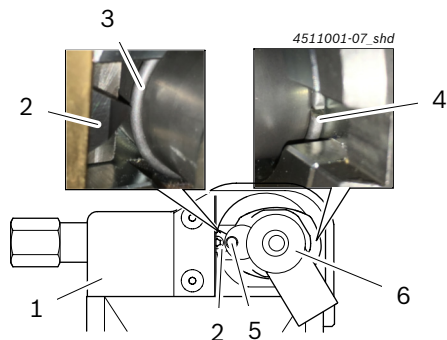

Fig. 8: Posição correta do anel de retenção
4. Girar a abertura do anel de retenção (Fig. 8, pos. 4) do lado contrário à maior espessura de parede.
- ⇒ O anel de retenção (Fig. 8, pos. 3) está posicionado exatamente na altura da lâmina indexável (Fig. 8, pos. 2).